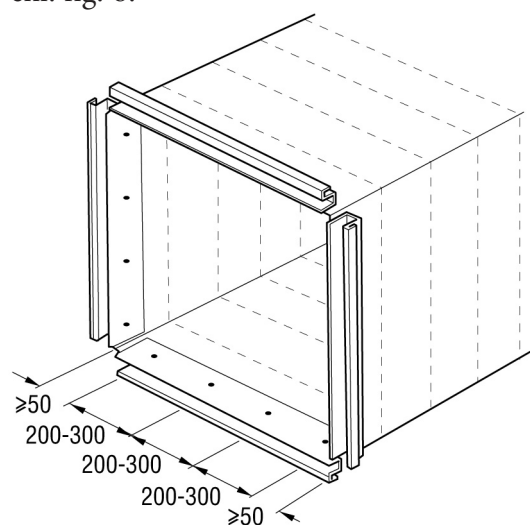

Fig. 5
3. Lås gejdstången mot kanalen med blindnit. Blindnitar monteras med centrumavstånd 200–300 mm och med ett största avstånd från hörn av 50 mm. Minst 2 blindnitar monteras på vardera sidan, fig. 5.